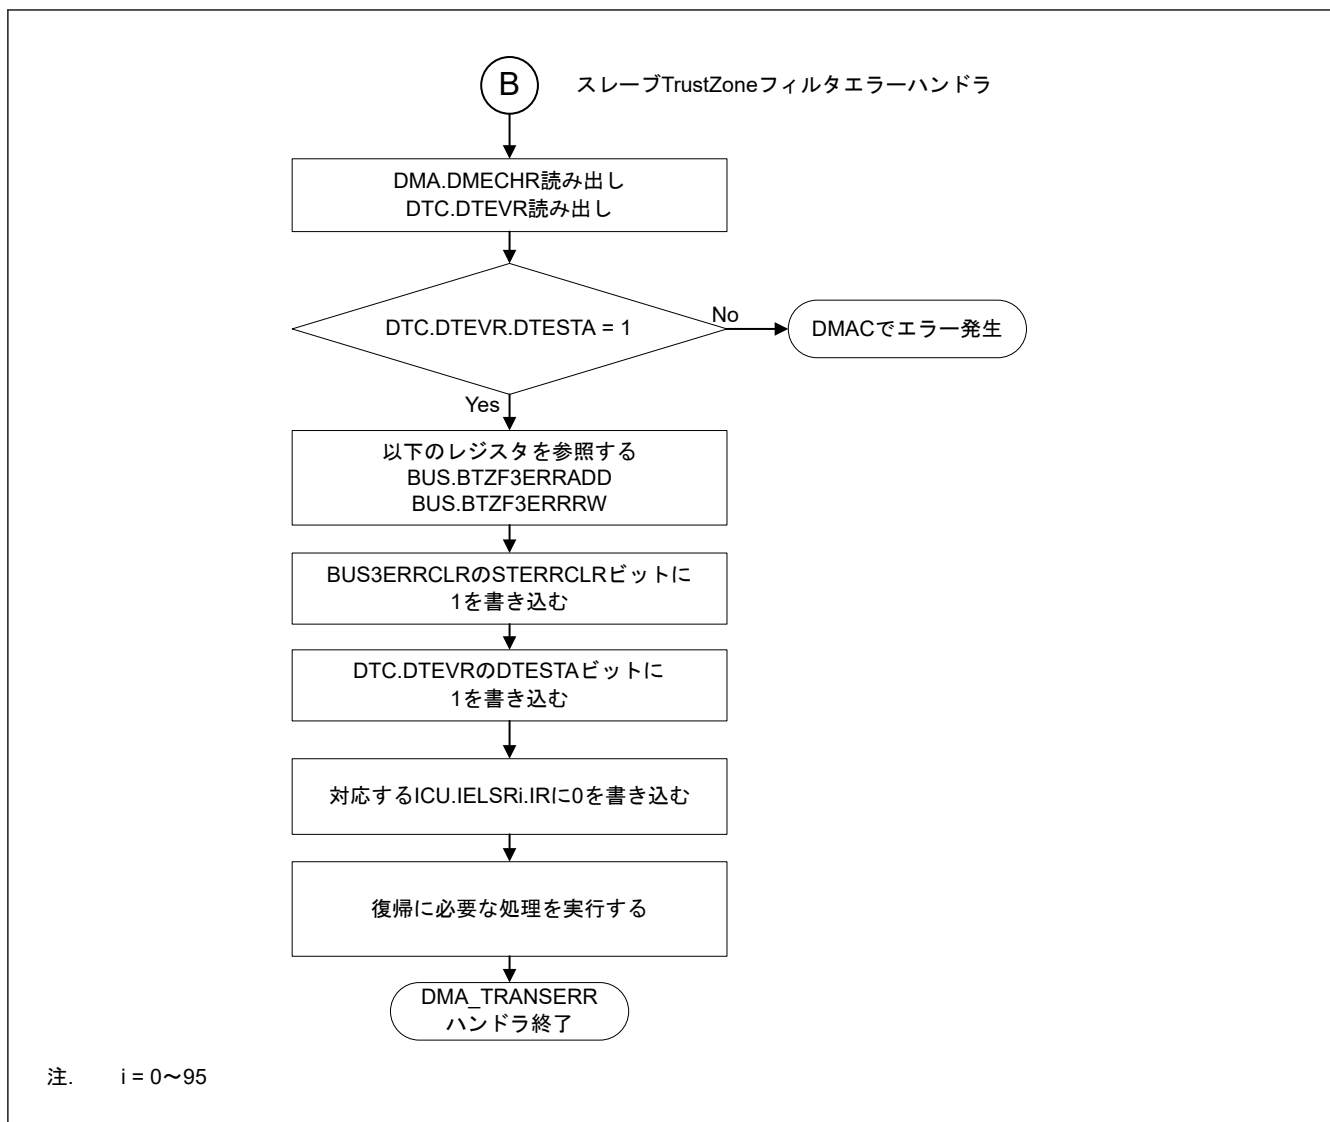

図 17.19 スレープ TrustZone フィルタエラーの DMA_TRANSERR ハンドラにおける処理
- 図 17.19 に DTC でスレーブ TrustZone フィルタエラーが発生したベクタ番号を確認するためのフローを示します。